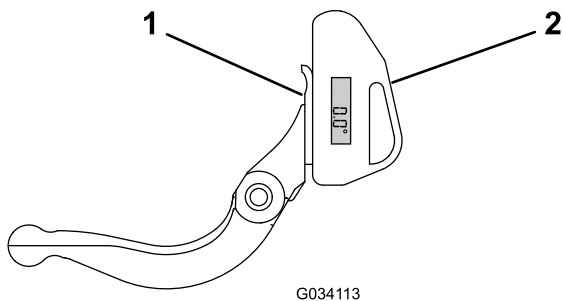

Figura 27
1. Coloque el indicador de ángulo en el lateral inferior de la contracuchilla, tal y como se muestra en la Figura 27.